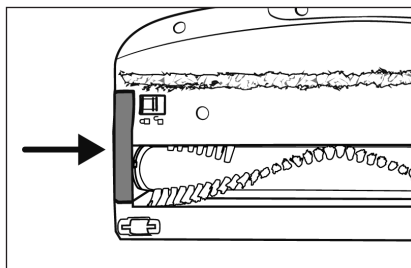

Fig. 27
- 5) Sæt børsterullen (21) ind i gulvbørsten (22). Drej samtidig børsterullen (21) en smule for lettere at kunne sætte den ind.
- 6) Sæt børsterulleholderen (20) ind i gulvbørsten (22) igen. Tryk den ned, indtil den klikker hørbart på plads i gulvbørsten (22) (se fig. 27).